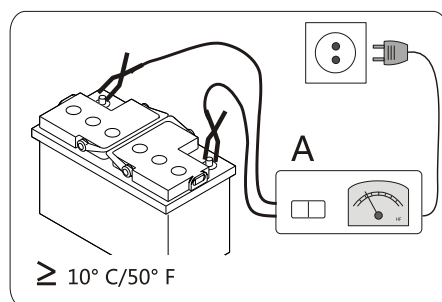

图 18
4.1 在新车检测或易手车检测之前 ⇒ 连接推荐的充电器，请参见步骤→11，(→ 图 18)。